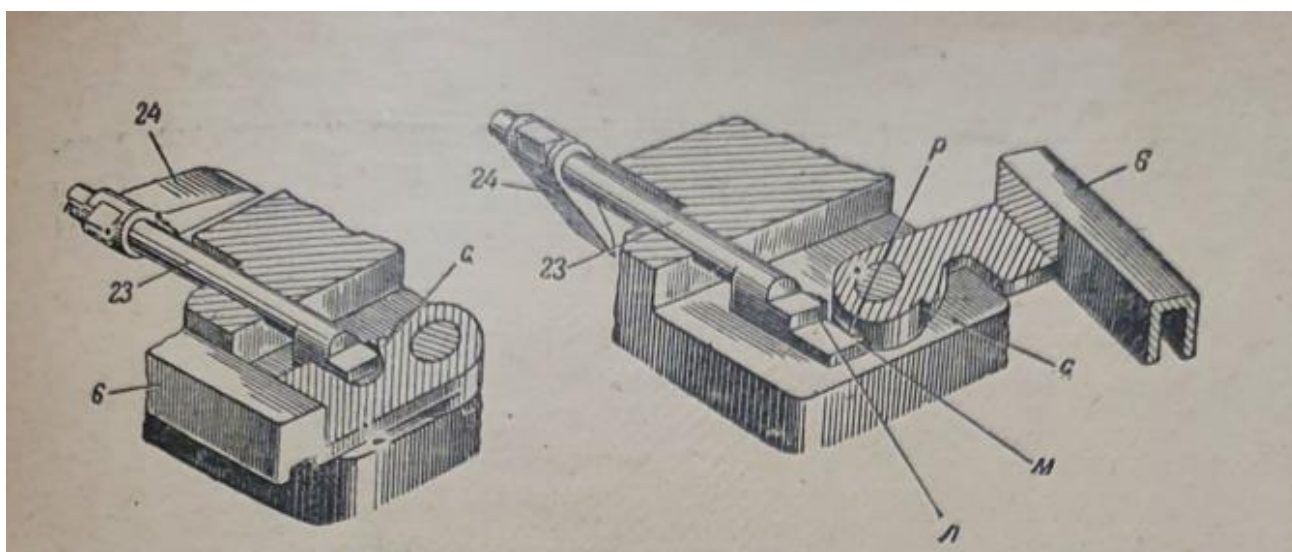

Рисунок 17. Механизм удержания гильзы
Вложить удержник гильзы **24 (Рис. 17)** в паз сверху поршневого гнезда казённого и, поддерживая его рукой, вставить ось удержника гильзы **23 (Рис. 17)** в отверстие в казённом. Продвинуть ось влево до отказа.
8. Оттянуть ось удержника гильзы вправо настолько чтобы при постановке рукоятки на место нижний упор на плече рукоятки сцепился с крючком оси удержника (**Рис. 17**).